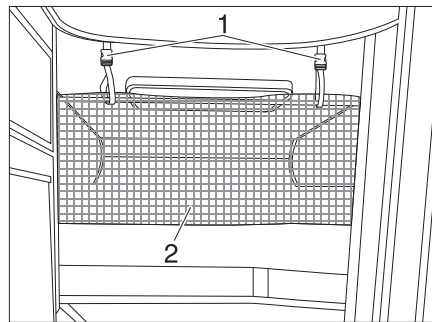

Fig. 161 Filet de sécurité
Le filet de sécurité (Fig. 161,2) est rangé de série entre le matelas et le sommier à lattes. Ne tendre le filet de sécurité qu'une fois que la personne se trouve dans le lit.
- Faire s'enclencher les sangles de retenue (Fig. 161,1) dans les œillets du plafond.